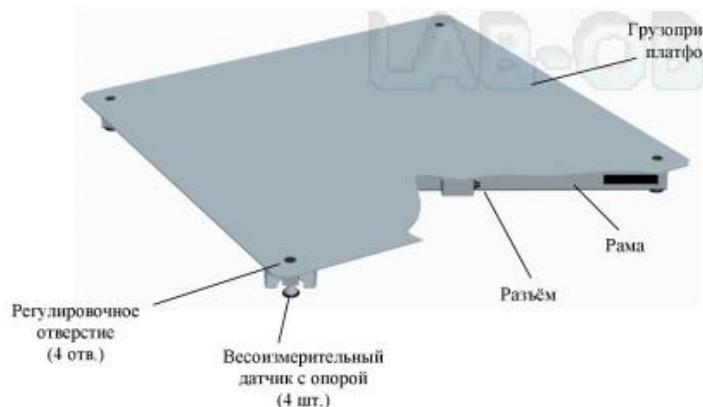

Рис. 4.1 - Модуль взвешивающий 4D-PM-8-500, 4D-PM-2-500
4.1 Модуль представляет собой единую конструкцию из рамы и грузоприемной платформы. В состав модуля входят четыре цифровых весоизмерительных датчика с опорами (см. Рис. 4.1).